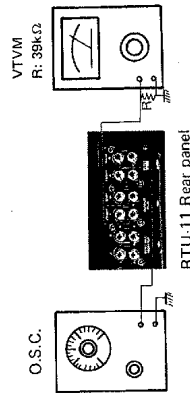

Fig. 30
21.8 RECORDING LEVEL (Fig. 30)